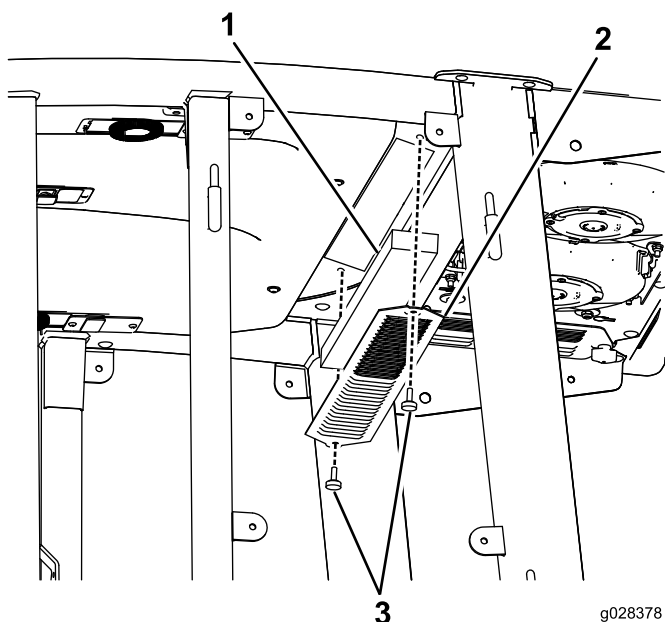
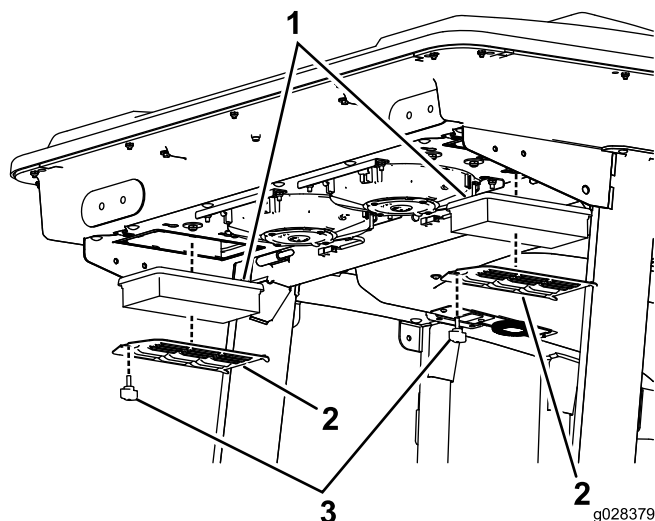
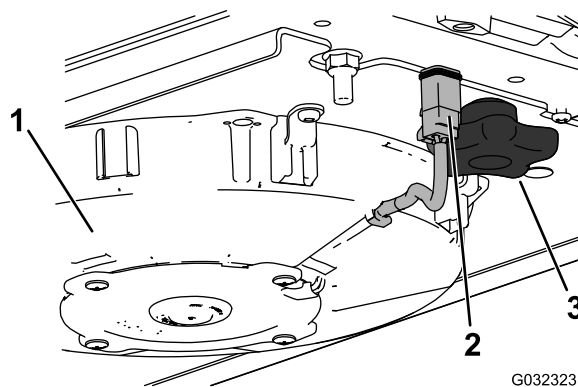
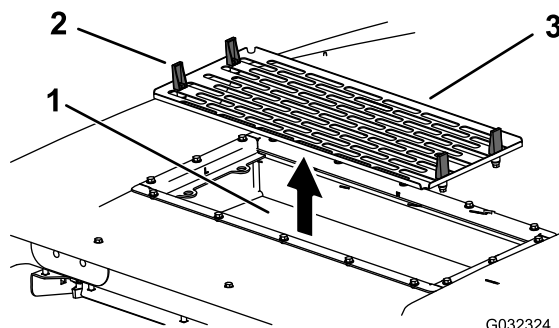

Figura 102
Figura 103
Figura 104
Figura 105
1. Retire los tornillos y las rejillas que cubren el filtro interior y el trasero de la cabina (Figura 102 y Figura 103).
5. Retire los filtros de aire (consulte Figura 103).
7. Instale los filtros de aire, la rejilla y el conjunto del ventilador (Figura 103, Figura 105 y Figura 104).
8. Conecte el cable de cada ventilador (Figura 104).